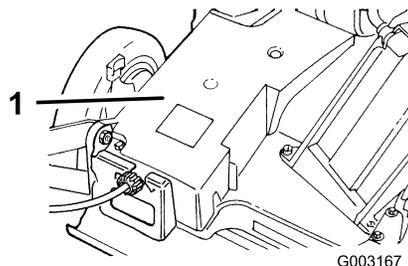

Figure 37
2. Enlevez les boulons qui fixent le couvercle de courroie (Figure 37) à au carter de la machine.